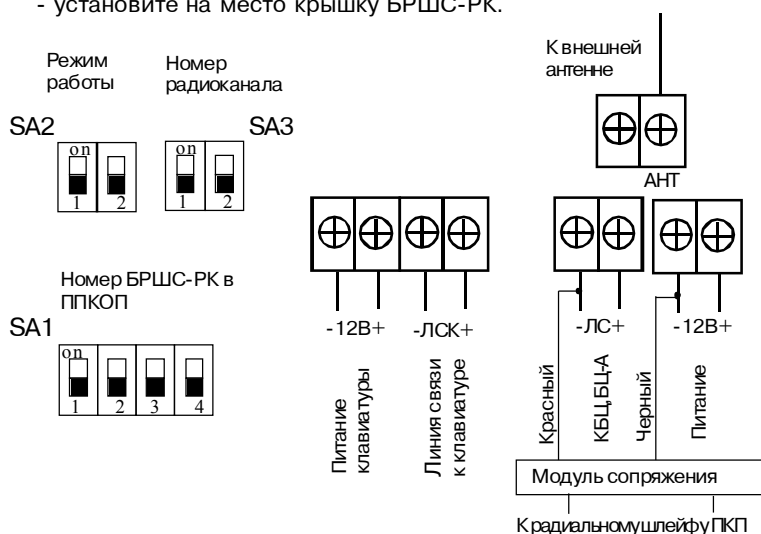

Рис. 3 Схема подключения БРШС-РК
- подключите клавиатуру «Ладога KB-M» к БРШС-РК к клеммам питания клавиатуры «-12В», «+12В» и линии связи с клавиатурой «ЛСК+», «ЛСК-» согласно рис. 3.
- подключите БРШС-РК к линии связи блока центрального «Ладога БЦ», используя клеммы «ЛС+», «ЛС-», согласно рис. 3/
- подключите клавиатуру согласно рис.3;
- подключите БРШС-РК к ПКП через модуль сопряжения (рис. 3);